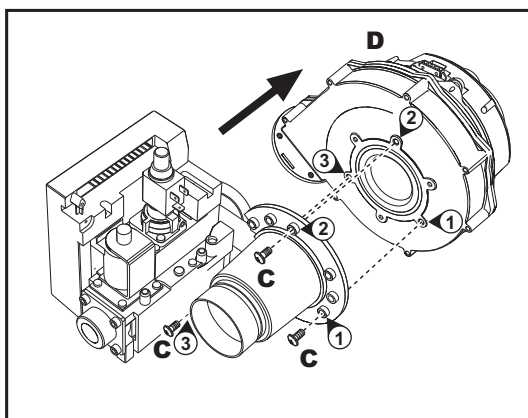

fig. 35 - modello FUTURIA N 125
6. Svitare le viti "C" e staccare il ventilatore "D" (fig. 35 - solo modello FUTURIA N 125)